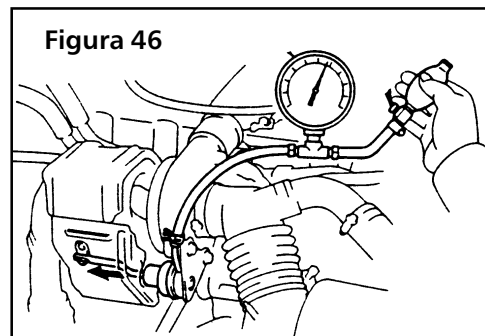

Figura 46
- b) Inspeccionar el funcionamiento del diafragma y válvula de control de presión máxima (figura 46)